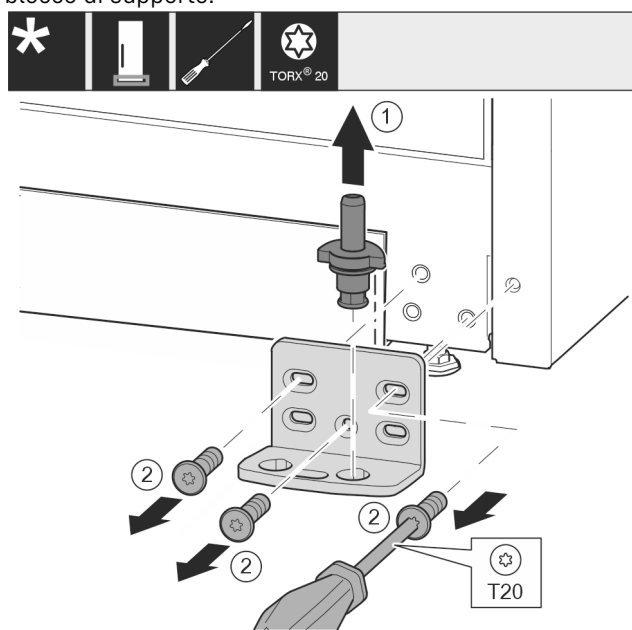

Fig. 18 \*
- Estrarre completamente verso l'alto i perni di supporto Fig. 18 (1).\*
- Svitare le viti Fig. 18 (2) con un cacciavite e rimuovere il blocco di supporto.\*